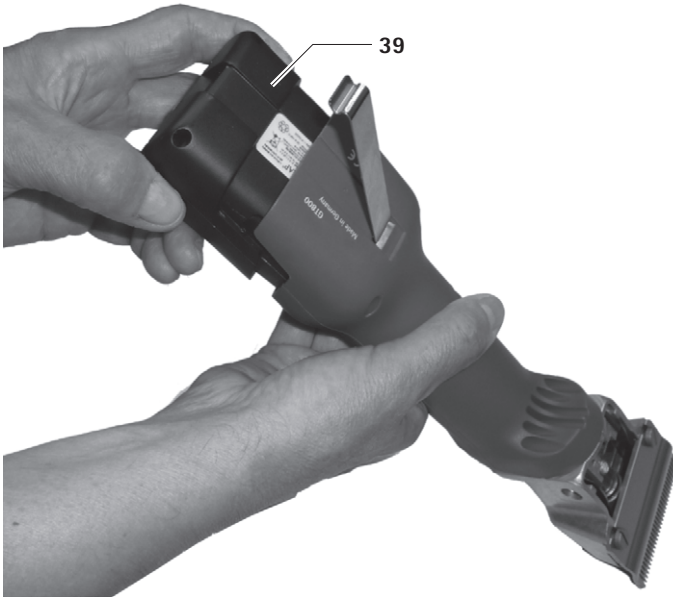

Abb. 2
- Li-Ionen-Akku **39** herausziehen, laden und/oder geladenen Ersatz-Li-Ionen-Akku GT801 in Akku-Schermaschine **g** schieben, siehe Abb. 2.